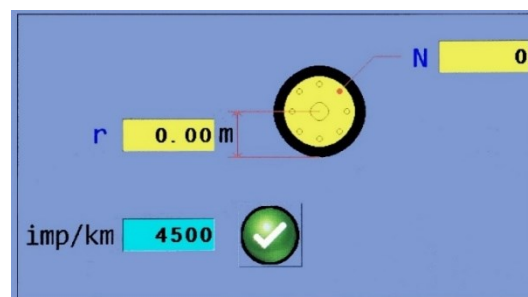

Bild 18
- Es öffnet sich ein Fenster (Bild 18), worin r (Radhalbmesser) und N (Zahl der Markierungen) eingegeben wird, AG-TRONIK berechnet in Hinblick auf die Daten die GK.